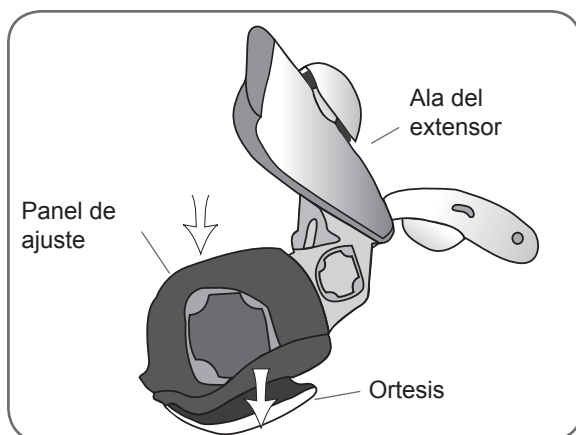

Ilustración 6-20: Cómo colocar el panel de ajuste para el flexor.
2. Con el ala de la ortesis abierta, alinee el panel de ajuste para el flexor con el apoyo del flexor de la ortesis. Consulte la Ilustración 6-20.